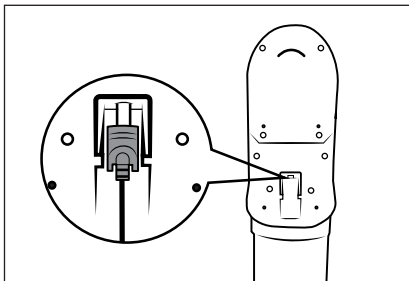

Abb. 8
① Hinweis
- Laden Sie den Akku ② wieder auf, sobald die Batterieanzeige ②⑥ eine geringe Restladung des Akkus ②  anzeigt.
- Das Gerät schaltet sich aus, kurz nachdem ein leerer Akku ②  angezeigt wird.
- Der Staubsauger kann auch direkt über den Netzadapter ⑩ geladen werden. Entnehmen Sie dafür den Hohlstecker ⑪ durch eine leichte Drehung aus der Wandhalterung ⑬ und stecken Sie ihn in die Ladebuchse ③ am Gerät (siehe Abb. 8).